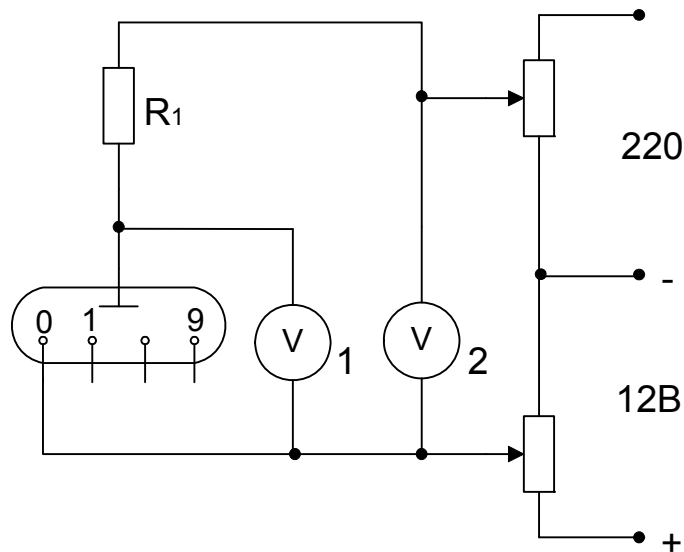

Рисунок 5.1 – Схема для зняття характеристики індикатора тліючого розряду
1. На універсальному лабораторному стенді зібрати схему рисунок 5.1. для зняття вольт-амперної характеристики одного із знакових індикаторів. Результати вимірювань занести в таблицю 5.1. Величину струму визначати непрямим шляхом для чого необхідно міряти напругу на резисторі 10 кОм і вирахувати величину струму.